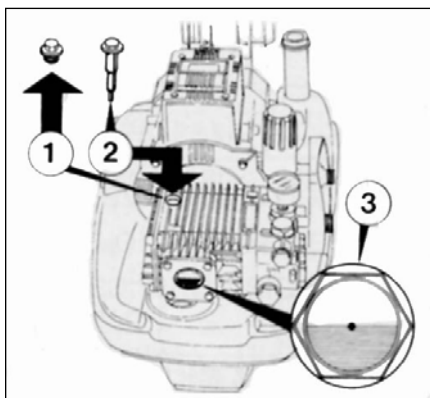

Рис.7
- III. Установка масляного шупа (Рис.7).